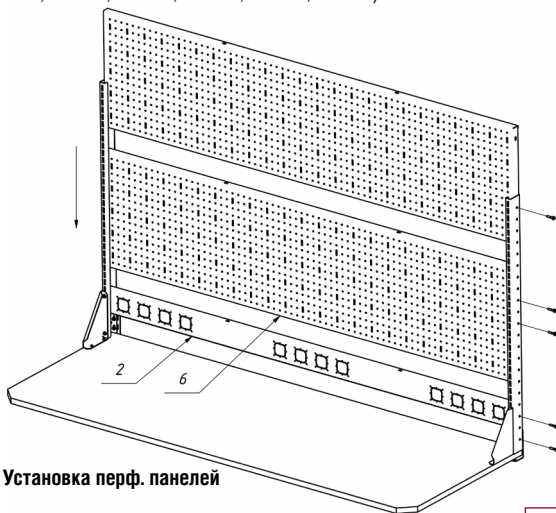

Рисунок 3-3 – Установка перф. панелей
После установки второй стойки (3) (см рис. 3-2), опустите в пазы стоек перфорированные панели (6), скрепите их болтами с гайками М6 между собой, и закрепите их к стойкам (3) также болтами с гайками М6 (см рис. 3-3). При необходимости установите панель электромонтажную (2). Данная панель может быть установлена между столешницей и перфорированной панелью, между перфорированными панелями либо над перфорированными панелями, по Вашему желанию.